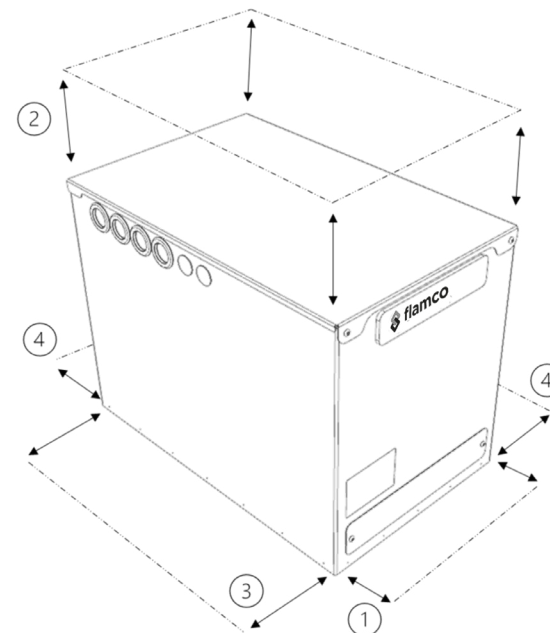

Abbildung 5 - Flextherm Eco G2 D Wärmebatterie - räumliche Anforderungen
- Prüfen Sie den Ort, an dem die Wärmebatterie installiert werden soll, auf die Raum- und Abstandsanforderungen der Wärmebatterie (**Abbildung 5, Tabelle 5**).